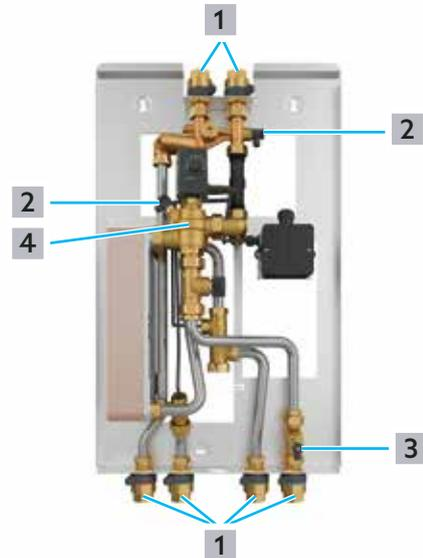

Abb. 16: Keramikscheibenventile einstellen
- Das Zonenventil (siehe Abb. 16 auf Seite 20 (4)) muss geöffnet sein.
- Die Entlüftungsventile (2) und das Entleerventil (3) müssen geschlossen sein.